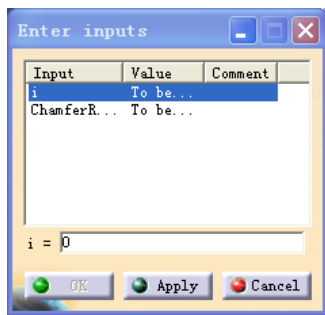

图 16-11
(2) 点击 Generate 键后, 出现 Enter inputs 对话框, 设 i=0 后点击 Apply, ChamferRibbon.1\Length1.=1.5mm 后点击 Apply 和 OK 键 (见图 16-11, 16-12);